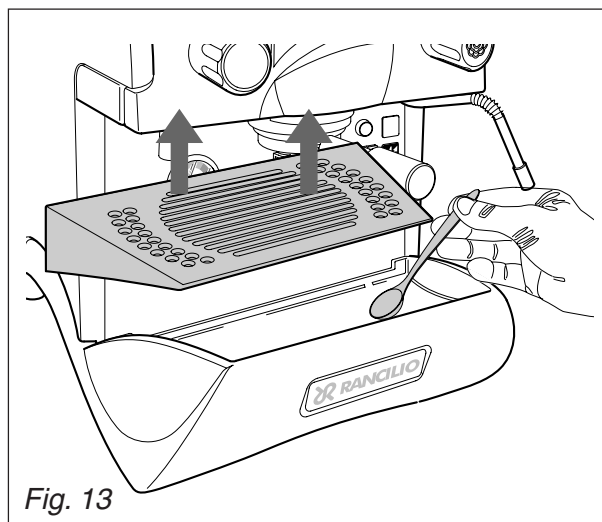

Fig. 13
- Controllare e pulire anche la vaschetta di scarico (Fig. 13) togliendo gli eventuali residui dei fondi utilizzando un cucchiaino.